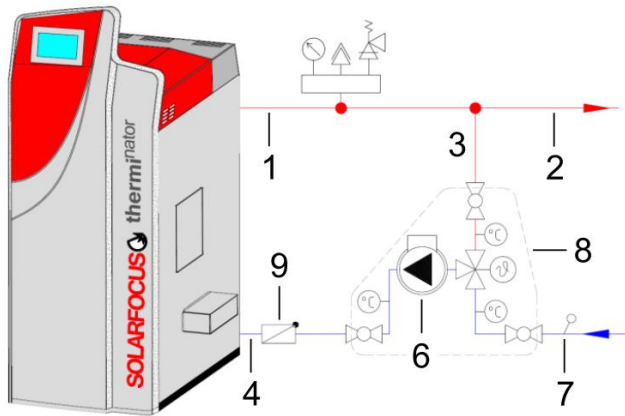

Abb. 3-1
- Den Fühler als Anlegefühler zwischen Rücklaufanhebungsmodul und Pufferspeicher positionieren, → Seite 4, Abb. 3-1